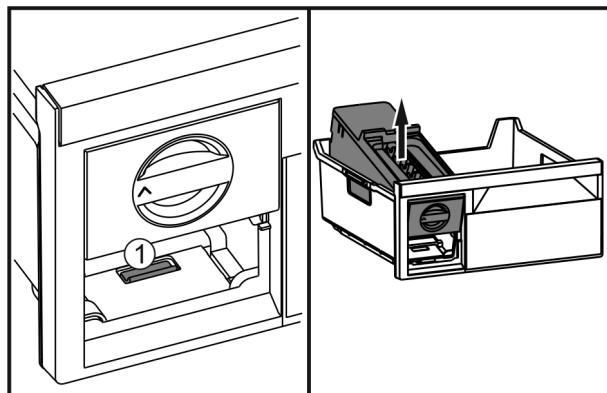

Fig. 37
- Stlačte západku Fig. 37 (1), EasyTwist-Ice ze zadu zvedněte a vyjměte z mrazicí zásuvky.